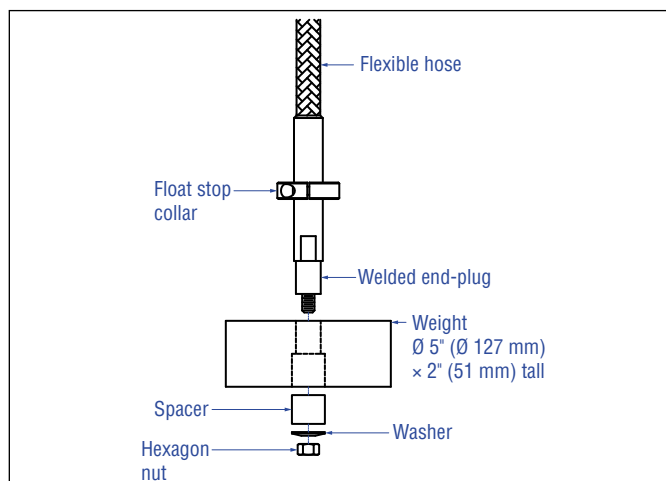
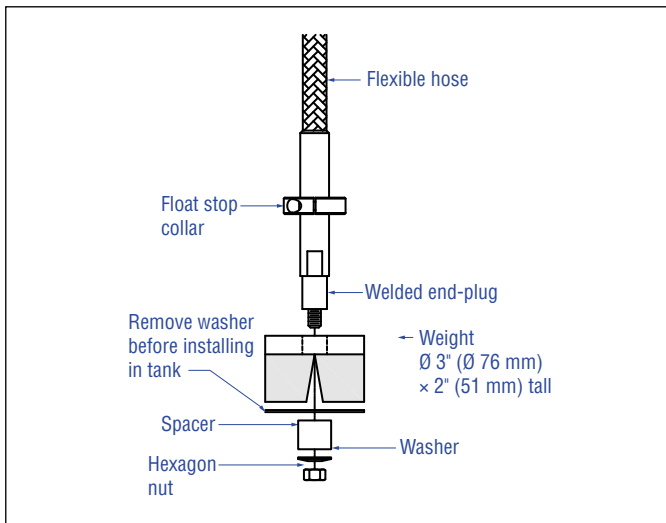
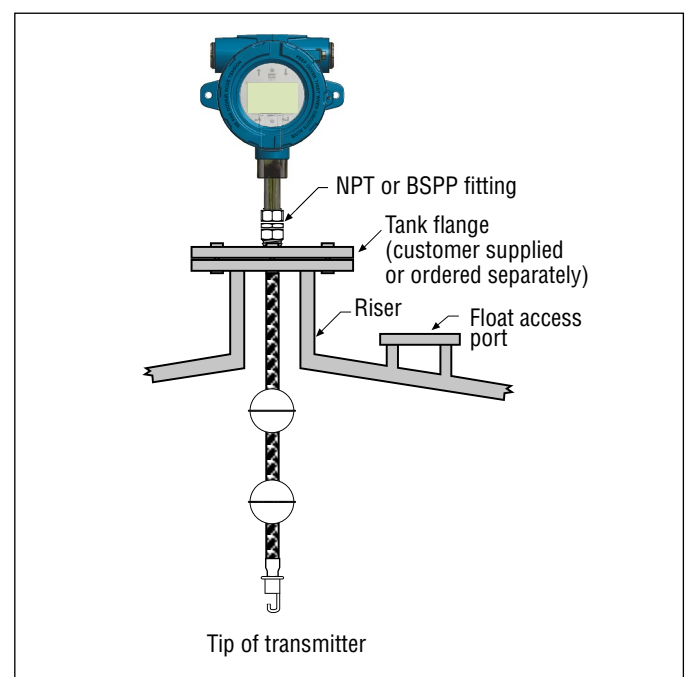

图8: 底部安装配重
图9: 底部安装磁铁
图11: 挠性管的螺纹法兰安装
5. 用所提供的螺母、垫片和垫圈将钩子、配重或磁铁固定在管道的焊接端塞部分 (这是管道的底部刚性部分) 并拧紧, 如图8、图11和图9所示。对于磁铁, 在安装到储罐之前, 要拆下垫圈。
在大多数应用中，如果有适当的螺纹接头可供使用，Tank Slayer®变送器可以通过NPT或BSPP螺纹安装件直接安装在储罐或法兰上。如果法兰拆下后，浮子不能穿过法兰开口进行安装，必须采用替代方式将浮子从容器内部安装在变送器上。这可能需要在变送器输入点附近安排检修口，如图11所示。